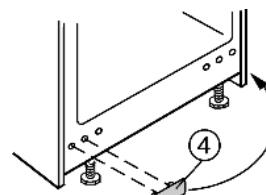

Fig. 4
- ▶ Retirer le cache Fig. 4 (4) et l'utiliser pour boucher les trous de fixation vides.